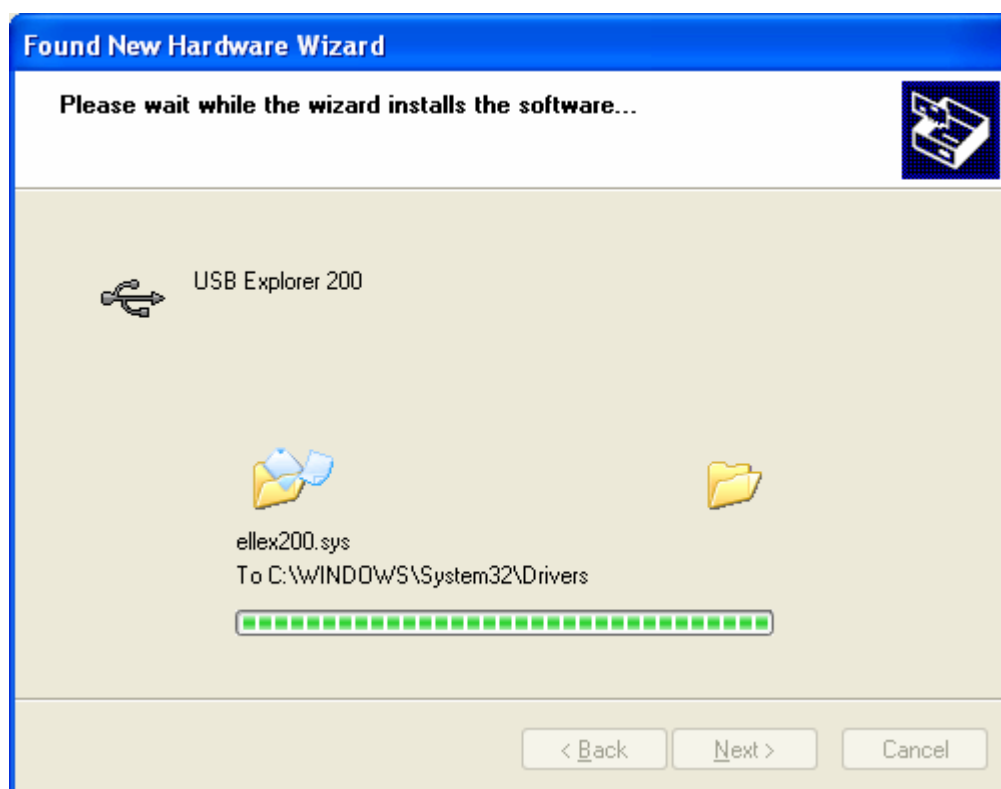

Figure 28 - Installation du pilote
7. Windows va trouver le pilote et va l'installer (voir Figure 28).